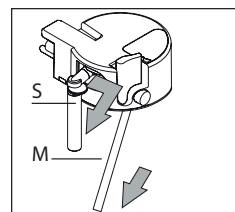

Abb. 45
- ▶ Nehmen Sie Milchspender und Ansaugschlauch ab. (Abb. 45).